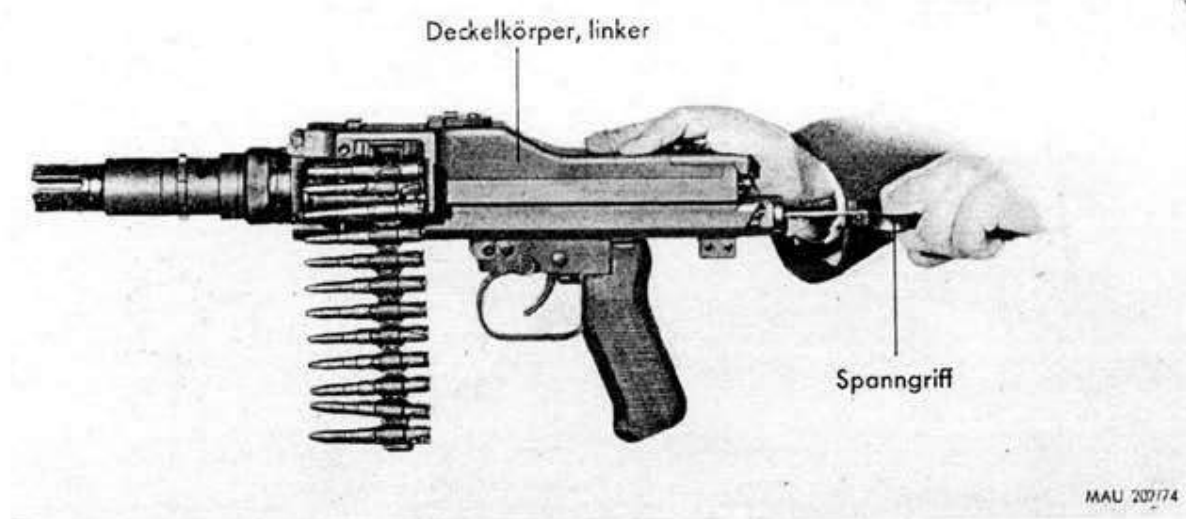

Abb. 74: MG 81; Festhalten des Schloßes beim Öffnen des Deckels
C. Störungen und ihre Beseitigung (Abb. 74).
1. Verhalten bei Störungen (Abb. 74)